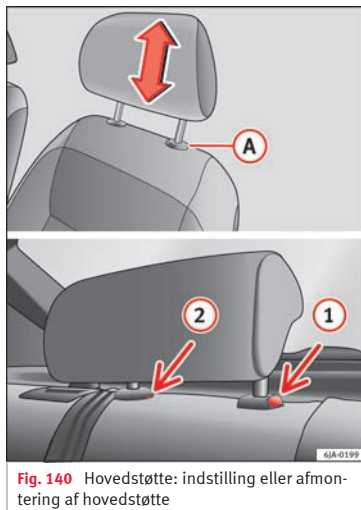

Fig. 140 Hovedstøtte: indstilling eller afmontering af hovedstøtte
- Tryk på knappen **A** »» Fig. 140, og træk hovedstøtten ud.
- Tryk på låseknapen **1** »» Fig. 140, og tryk samtidig en flad skruetrækker (maksimalt 5 mm) ind i åbningen **2**, og træk hovedstøtten ud.